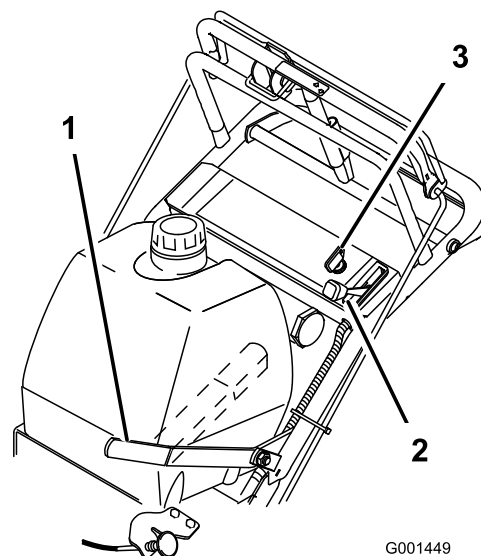

Figure 8
5. Tournez la clé de contact à la position **contact** (Figure 8).
8. Tirez le bouton de starter à la position **en service** si le moteur est froid (Figure 8).
1. Placez la commande d'accélérateur en position **bas régime** (Figure 8).
3. **Coupez le contact** (Figure 8).